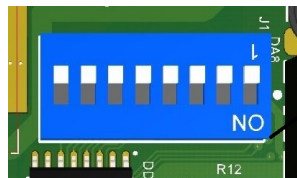

Рис.2: DIP-переключатель адреса блока.
- С помощью DIP-переключателя на корпусе блока задать адрес для интерфейса RS-485. (см. Рис.2).